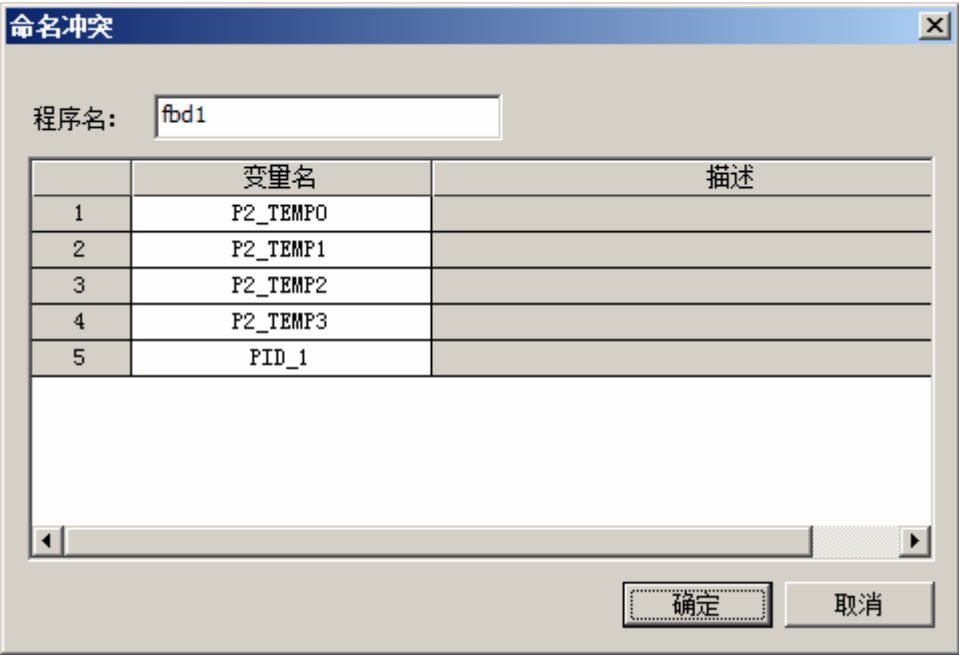

图 8-4 命名冲突
- 2) 右键单击目的任务，并在其右键菜单中选择“粘贴”，弹出“命名冲突”对话框，如图 8-4所示，显示冲突的程序名、功能块名、内部变量名，将所有冲突的名重新命名后点击“确定”，粘贴成功。
- 2) 若导入的程序与工程中已有的程序存在程序名、功能块名、内部变量名冲突，则弹出如图 8-4所示界面，修改所有冲突的命名，点击“确定”，即可导入程序并同步更改程序中的冲突名称。